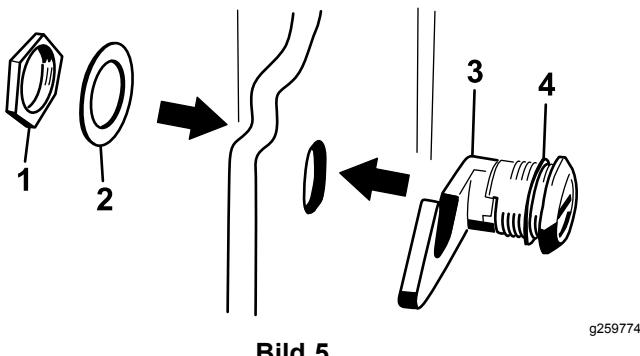

Bild 5
3. Nehmen Sie die Mutter vom Motorhaubenriegel ab (Bild 5).
4. Setzen Sie das Hakenende des Riegels von außen durch das Loch in der Motorhaube; stellen Sie sicher, dass die Gummidichtungsscheibe an der Außenseite der Motorhaube bleibt (**Bild 5**).